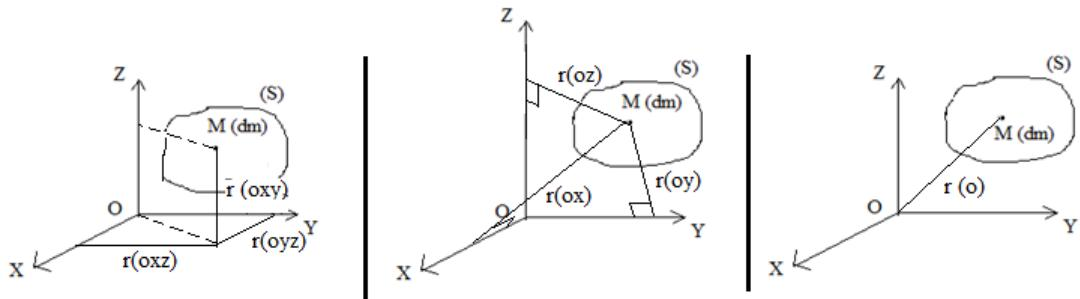

Figure III.15
Soit un repère fixe orthonormé direct R (O, x, y, z), (S) est un système continu, M est un point de ce solide (S) qui a comme composante $M(x, y, z)$ voir Figure III.15 :